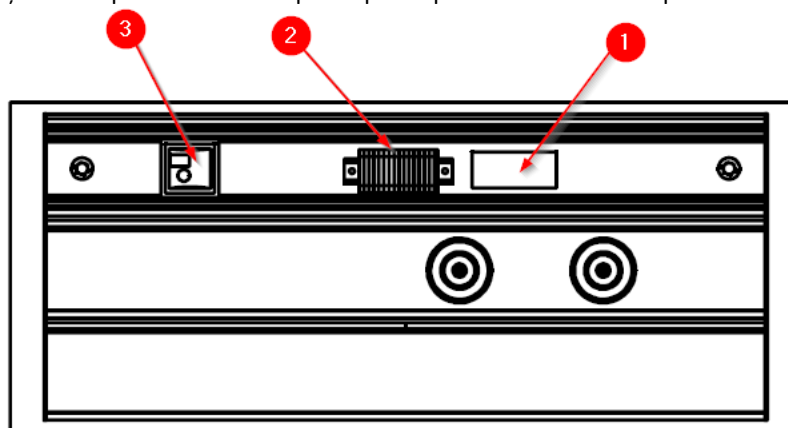

Fig.8 Detaliu privind punctele de conectare electrică în AURA
Circuitele electrice și de voce și date intră în echipament printr-o fereastră (1) a cărei dimensiune și amplasare sunt detaliate în planul de instalare al echipamentului. Circuitele electrice se termină într-o bornă comună (2), cu excepția celor de voce și date, care se conectează direct la mecanismul corespunzător (3). (A se vedea Fig.8).